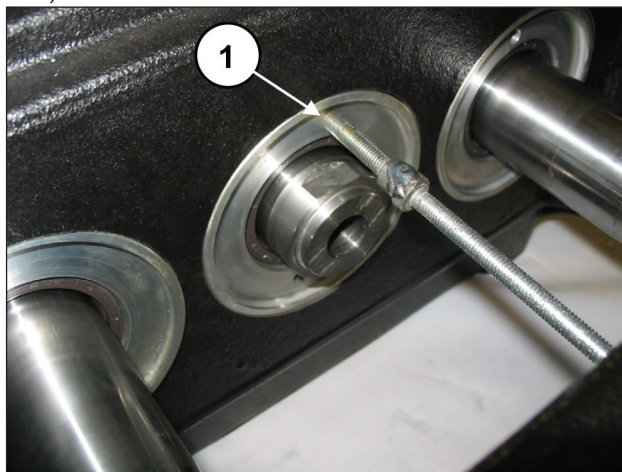
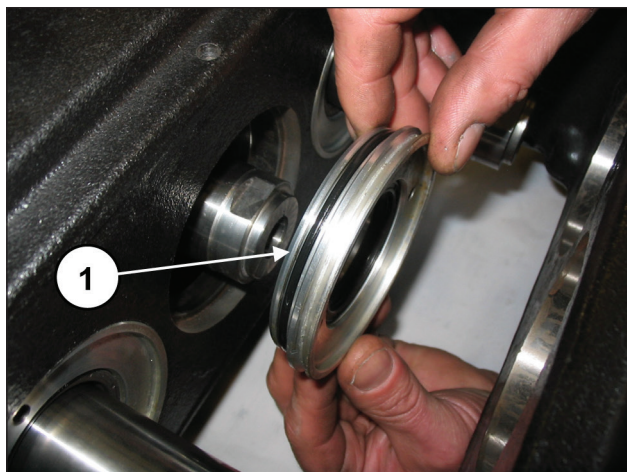

图 4
图 5
取出油封盖，通过拔取器拧紧一条螺纹杆或一个M6螺栓到盖上的专用孔中(①，图 4)，并从泵总成取出盖子(①，图 5)。